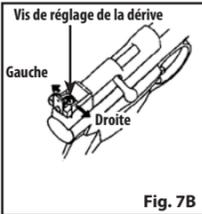

Fig. 7B
3. La hausse peut également être réglée pour tirer vers la droite ou la gauche (dérive). Desserrez la vis de réglage de la dérive en la tournant dans le sens inverse des aiguilles d'une montre. Déplacez la hausse vers la droite pour que le point d'impact du plomb aboutisse plus à droite sur la cible. Déplacez la hausse vers la gauche pour que le point d'impact du plomb aboutisse plus à gauche sur la cible. Resserrez ensuite la vis de réglage de la dérive en la tournant dans le sens des aiguilles d'une montre (Fig. 7B).